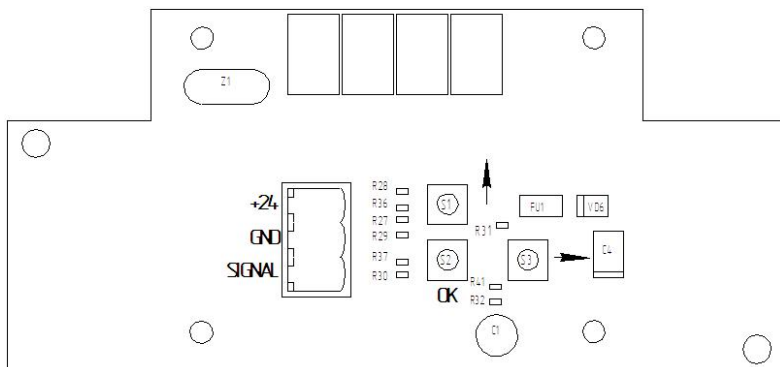

Рис.2 Чертеж печатной платы
- пропустить конец кабеля с зачищенными проводами через гермоввод и закрепить провода в клеммной колодке на печатной плате датчика в строгом соответствии с маркировкой контактов, указанной на печатной плате (см. рис.2).
Настройка датчика и изменение параметров работы производится тремя кнопками **ОК**, **ВВЕРХ** и **ВПРАВО**. Кнопки расположены на печатной плате (см. рис. 2) и активизируются только после входа в меню настройки.